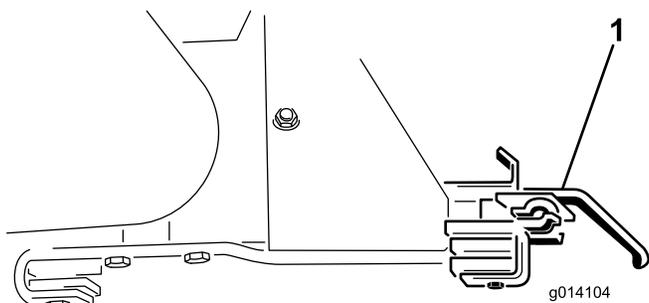

Рисунок 47
18. Снимите два монтажных кронштейна опционального оборудования (Рисунок 47).